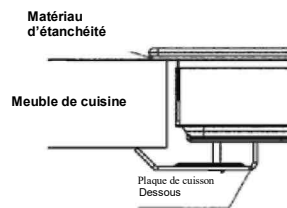

**Fig. 5**
- b. Retournez la plaque de cuisson et positionnez correctement le joint sous le bord de la plaque de cuisson de façon à ce que le côté extérieur du joint s'aligne avec le bord périphérique extérieur de la plaque de cuisson (voir **fig. 5**). Les extrémités des bandes doivent s'emboîter sans se chevaucher.